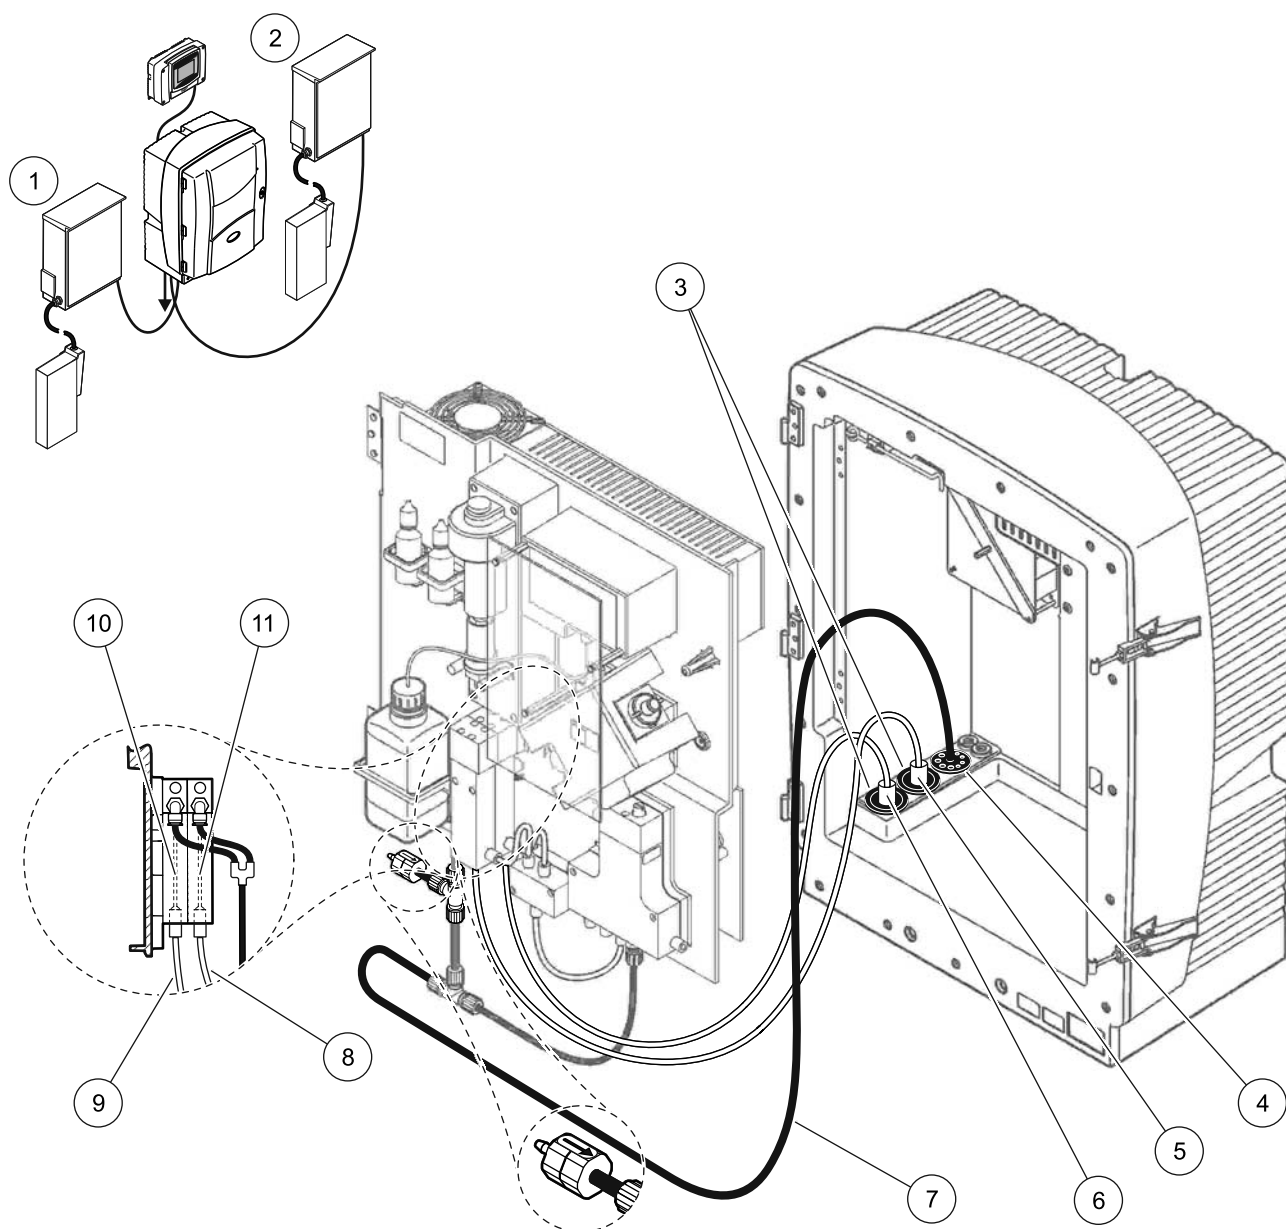

Рисунок 38 Монтаж версии 9а
Для версии 9а смотрите Рисунок 38 и следующие инструкции:
2. Проведите шланг с подогревом от FILTRAX 1 через анализатор (Рисунок 38, позиция 6). Для фиксации используйте уплотняющую заглушку #1.